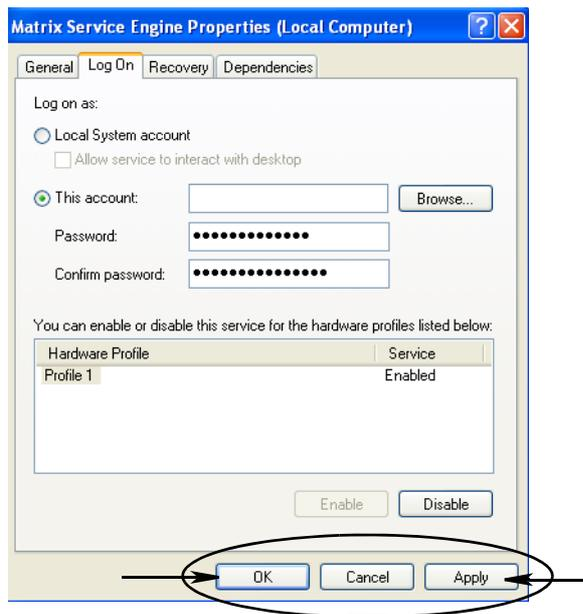

Fig. 60
- Se il computer non riesce a trovare il nome utente, è visualizzato il messaggio di errore illustrato nella FIG. 60, a pagina 55. Passare alla fase j.
- i. Fare clic sul pulsante Applica per applicare le modifiche e quindi sul pulsante OK (Fig. 60).